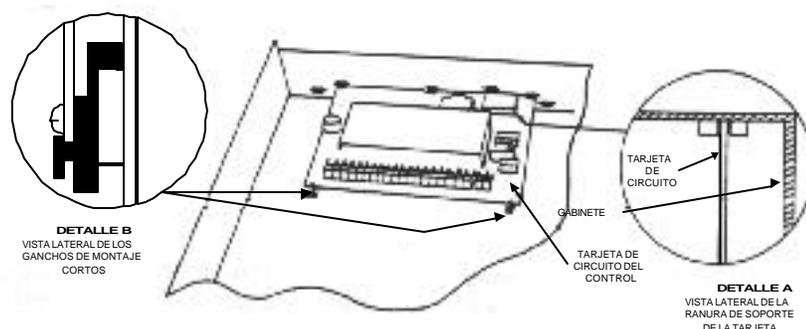

Figura 2. Montaje de la Tarjeta del Panel de Control
1. Cuelgue los dos ganchos pequeños negros de montaje (suministrados) en las etiquetas del gabinete resaltadas (vea Detalle B en la Figura 2).
3. Gire la base de la tarjeta en los ganchos de montaje y asegure la tarjeta del gabinete con los tornillos suministrados (vea Detalle B en la Figura 2).